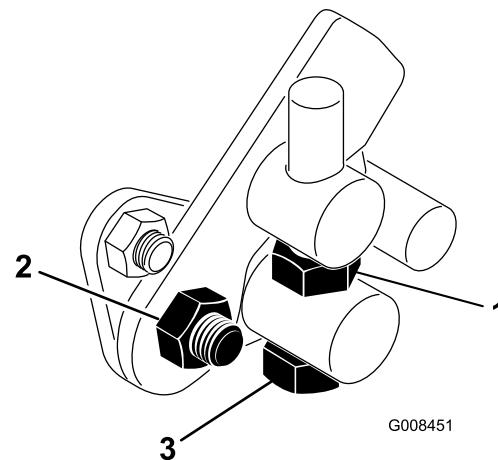

Bild 45
1. Lösen Sie die Klemmmutter an der Drehzapfenkopfschraube (**Bild 45**).
- Ziehen Sie die Klemmmutter an der Drehzapfenkopfschraube und die Mutter am Pedalgelenk fest, um die Einstellung zu arretieren (Bild 45). Prüfen Sie die Einstellung und nehmen Sie ggf. eine weitere Einstellung vor.